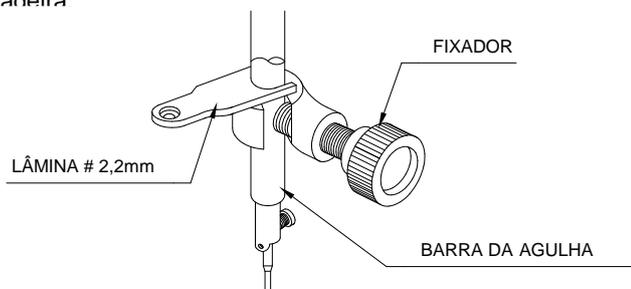

Fig.14
4. Coloque o calibrador na barra da agulha com a lâmina de 2,5 mm apoiada entre o fixador e o suporte da barra de agulha e, sem apertar muito para não danificar a barra da agulha, fixe o calibrador (fig. 14);